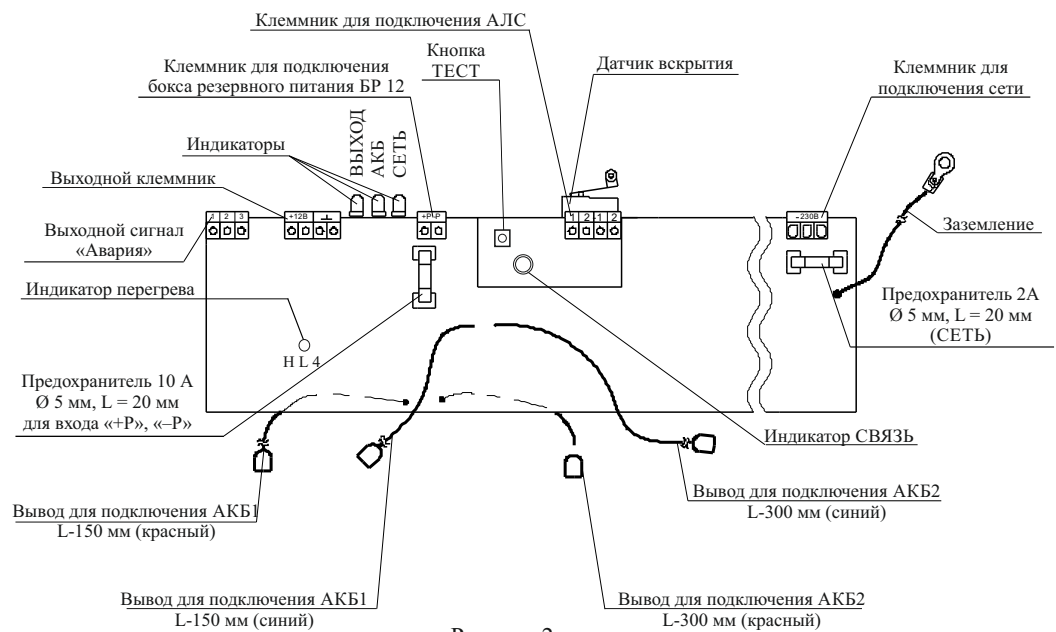

Рисунок 2
6.4 Подключение источника (рисунок 2) производить в следующей последовательности:
Если используется только одна АКБ, рекомендуется подключать ее к коротким выводам АКБ1 (L=150 мм) в соответствии с цветовой маркировкой (рисунок 2) и выбрать ее в настройках при конфигурировании системы.